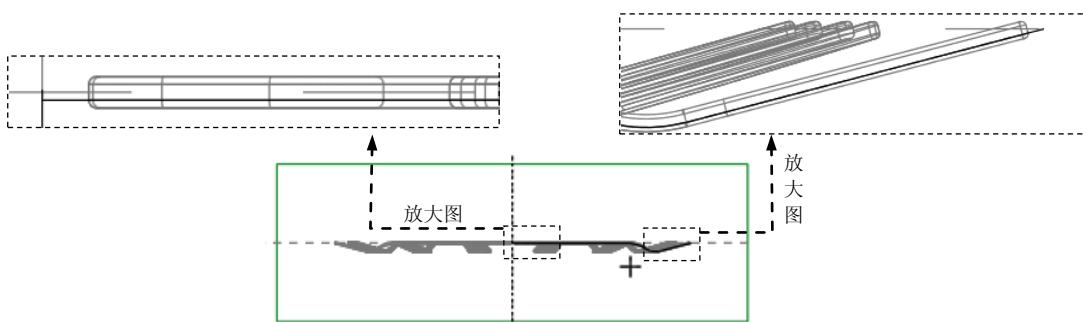

图 23.21 截面草图
(3) 绘制截面草图。绘制图 23.21 所示的截面草图 (用 “投影” 的方法绘制截面草图; 草图线段不可重叠或开口, 截面图形不封闭)。单击 “草绘” 操控板中的 “确定” 按钮 .
(4) 在操控板中选取深度类型 (即 “定值” 拉伸), 输入旋转角度值 360。
(5) 在 “旋转” 操控板中单击 按钮, 完成特征的创建。